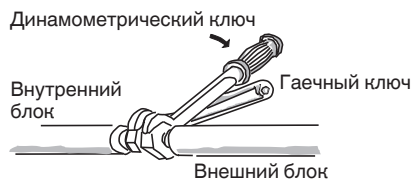

Рис. 5-6
- Во время снятия конусных гаек с соединений трубопровода или во время их затяжки после соединения трубопровода, обязательно используйте 2 разводных ключа или рожковых гаечных ключа. (Рис. 5-6)